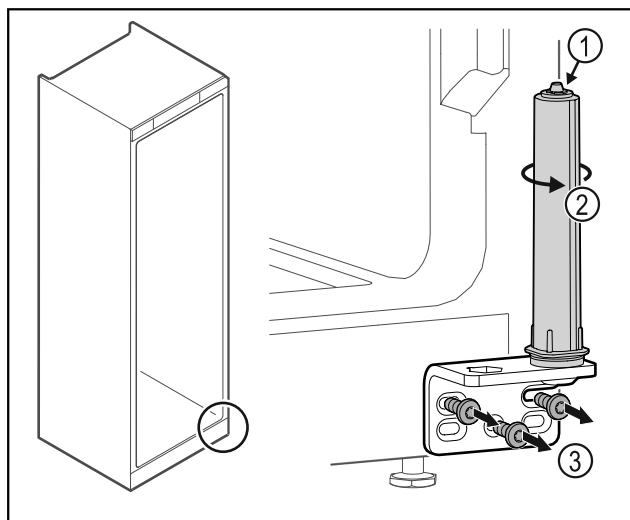

Fig. 43
- Ne pas désassembler le système de fermeture de la porte Fig. 43 (1).
- Tourner le système de fermeture Fig. 43 (2) jusqu'à entendre un clic.
- Dévisser l'équerre de la charnière Fig. 43 (3).